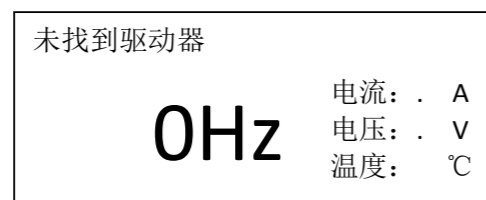

图 3.2 未找到驱动器
- ◆ 若 TCP 控制电源模块未找到 TD 驱动模块，则系统提示未找到驱动器，如图 3.2。